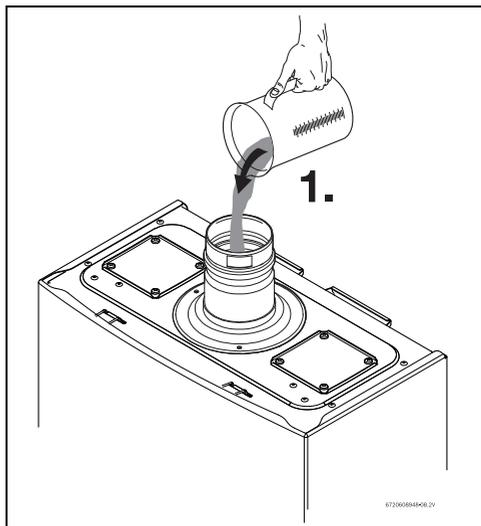

Fig. 28 Llenado del depósito de agua en el primer arranque
- ▶ Llenar el depósito de agua condensada con aproximadamente 400 ml. de agua, a través del accesorio de evacuación del aparato, consultar (Fig. 28).